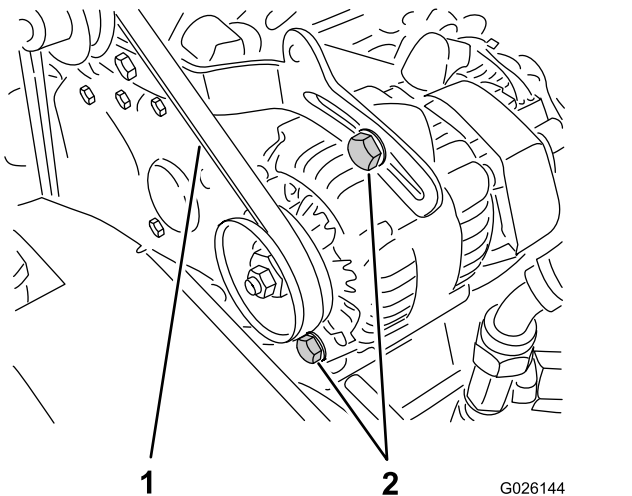

Figura 63
2. Compruebe la tensión presionando la correa en el punto intermedio entre las poleas del cigüeñal y del alternador con una fuerza de 10 kg (Figura 63).
- A. Afloje los 2 pernos de montaje del alternador (Figura 63).
- B. Usando una barra, gire el alternador hasta obtener la tensión correcta de la correa, luego apriete los pernos de montaje (Figura 63).